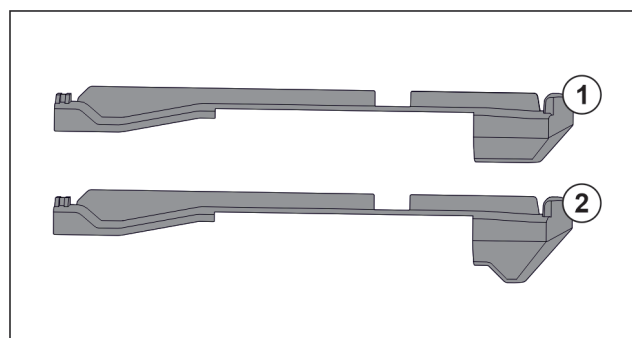

Fig. 128 Porovnání nasazovacích dílů
V přístroji se nacházejí dva různé nasazovací díly. Nasazovací díl nad nejspodnější zásuvkou Fig. 128 (2) má hranu trojúhelníkového tvaru. Všechny ostatní nasazovací díly Fig. 128 (1) mají rovnou hranu.
- ▶ Nasazovací díl Fig. 128 (2) s hranou trojúhelníkového tvaru připevněte nad nejspodnější zásuvkou.
- ▶ Nasazovací díl Fig. 128 (1) s rovnou hranou připevněte na všech ostatních místech.